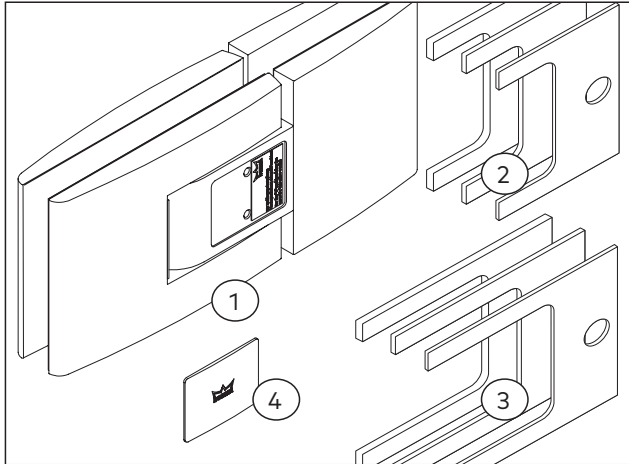

Abb. 12 Lieferumfang der Glas an Glas-Befestigung
- ▶ 2 x Pendeltürband (Abb. 12/1)
- ▶ Zwischenlagen Seitenteil je 4 x in 3 verschiedenen Dicken: 1 mm, 2 mm, 3 mm (Abb. 12/2)
- ▶ Zwischenlagen Glastürflügel je 4 x in 3 verschiedenen Dicken: 1 mm, 2 mm, 3 mm (Abb. 12/3)
- ▶ 12 x Anschlagkappe in 3 verschiedenen Farben (Abb. 12/4)